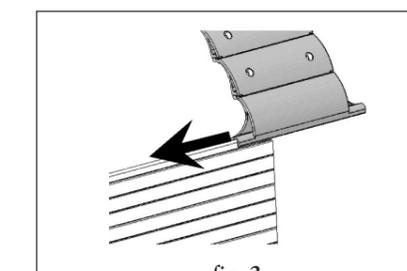

fig. 2
e) Côté tandem télescopique, déverrouillez la joue du coffre en tirant sur la languette blanche. Insérez le manchon et lâchez la languette pour verrouiller l'axe. **Fig. 2**
f.b) Bloquez les écrous fig. 2
e.b) Bloquez les écrous fig. 2
4/ Glisser les DVA sur la première lame du tablier (voir fig. 2).